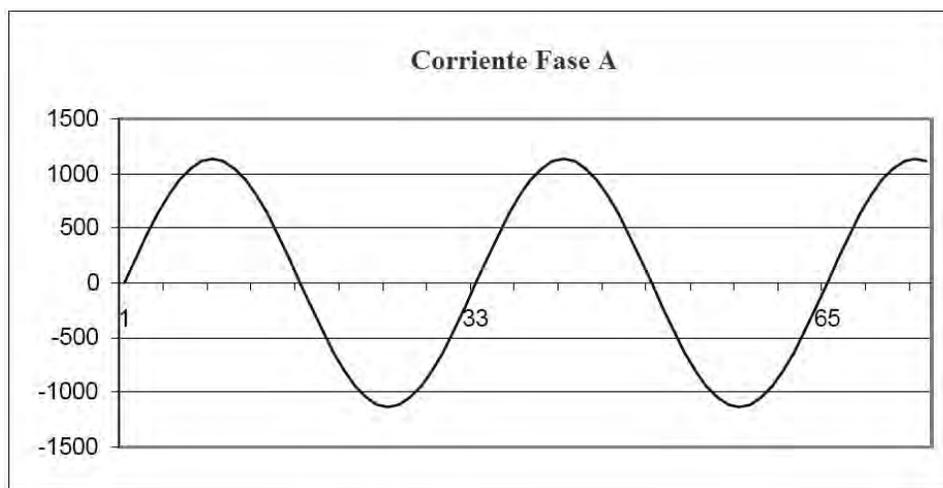

Figura 1.10: Forma de Onda de Corriente no Distorsionada
- La distorsión armónica es sobre todo el resultado de altas concentraciones de cargas no lineales. Los dispositivos tales como fuentes de alimentación de computadoras, controladores de velocidad variable y los balastos electrónicos de lámparas fluorescentes hacen demandas de corriente que no emparejan la forma de onda sinusoidal de la electricidad en CA. Como resultado, la forma de onda corriente que alimenta estas cargas es periódica pero no sinusoidal. La figura 1.10 muestra una forma de onda de corriente sinusoidal normal. Este ejemplo no tiene distorsión.
- La figura 1.11 muestra una forma de onda de corriente con una pequeña cantidad de distorsión armónica. La forma de onda sigue siendo periódica y está fluctuando normal a 60 Hertz de frecuencia. Sin embargo, la forma de onda no es una forma sinusoidal lisa como puede verse en la figura 1.10.